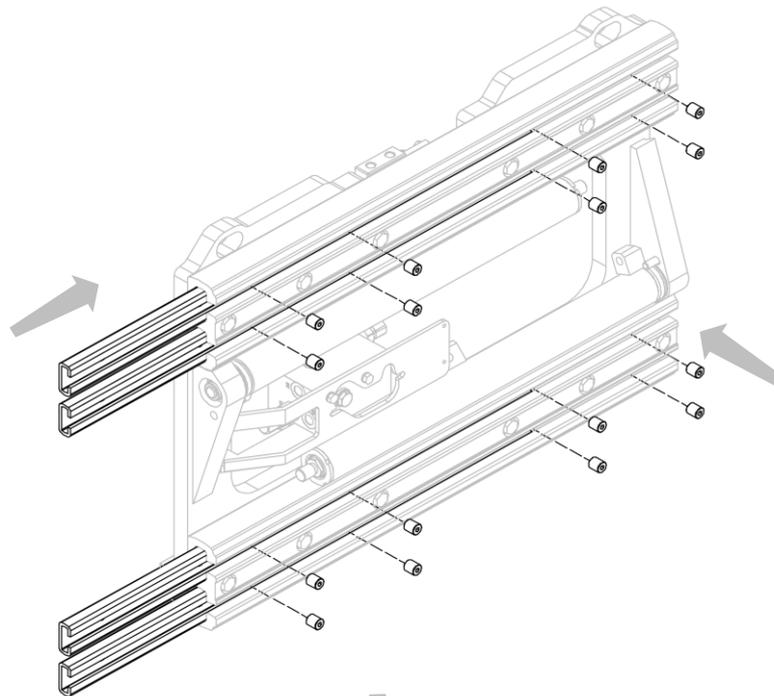
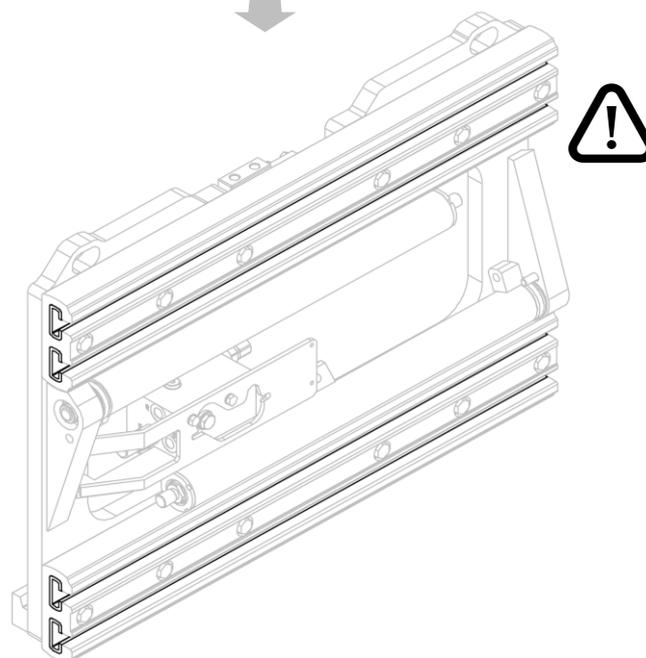

Abbildung 13
Abbildung 14
2. Setzen Sie die Nylon-Gleitführungen ein und befestigen Sie sie mit den entsprechenden Madenschrauben (siehe *Abbildung 13* und *Abbildung 14*).